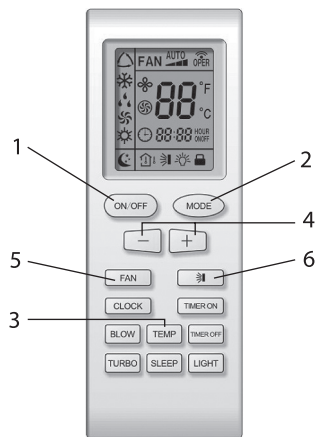

Рис. 5.4
5.1.5 Порядок управления (Рис. 5.4).